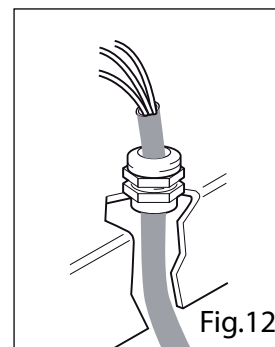

Fig.12
- Das Kabelmodell H07RN-F muss in das Gerät mittels eines entsprechend eingestellten Kabelstopps eingeführt und blockiert werden (Abb. 12).